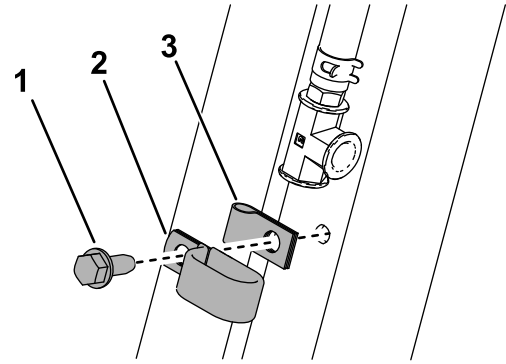

Figura 8
4. Instale provisionalmente el clip, la abrazadera en R grande y el perno ($\frac{1}{4}$ " x $\frac{5}{8}$ "), como se muestra en la Figura 8.